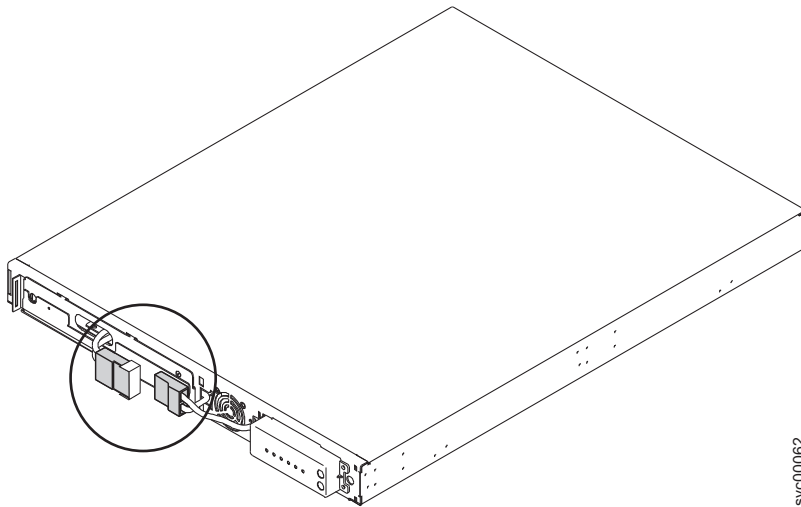

図 14. 保護テープ付きの 2145 UPS-1U 内部バッテリー・コネクタ
4. 保護ラベルを内部バッテリー・コネクタ (21 ページの図 14 に示す) から取り外します。